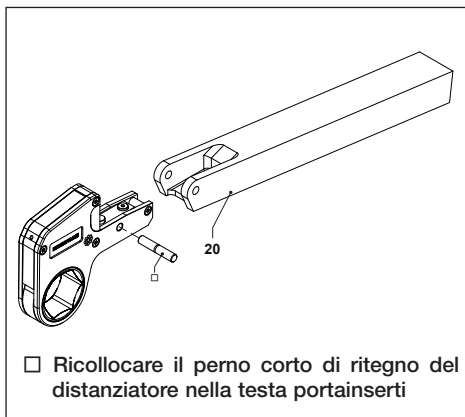

Fig. 6
3.4.1 Per collegare il braccio di reazione serie WTE esteso (Fig. 6)
- Installare il portainseriti nell'incavo del braccio di reazione WTE esteso (20) allineando i fori nel braccio con il foro nel portainseriti.